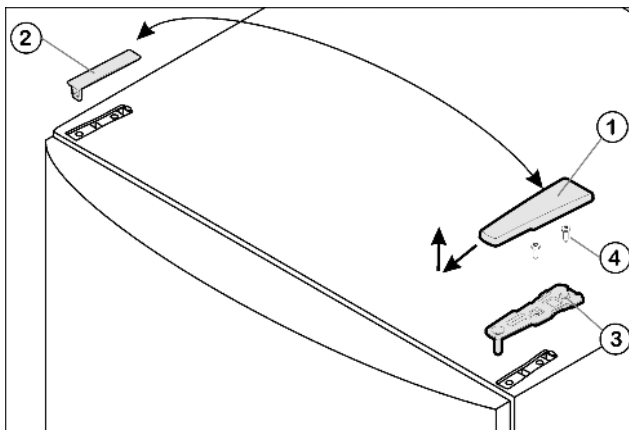

Fig. 5
- ▶ Előre és felfele húzza le a fedelet Fig. 5 (1).
- ▶ Emelje le a fedelet Fig. 5 (2).
- ▶ Csavarozza le az Fig. 5 (3) felső csapágybakját (2 x Torx® 25, Fig. 5 (4)), és felfele húzza le.
- ▶ A felső csapágybakot Fig. 5 (3) helyezze a csuklópánt új oldalán az ajtóba.
- ▶ Csavarozza fel a felső csapágybakot **erősen (4 Nm-es nyomatékkal)** – 2 x Torx® 25, Fig. 5 (4). A csavarlyukat esetleg pontoszza meg, vagy használjon akkus csavarhúzót.
- ▶ A Fig. 5 (1) és a fedelet Fig. 5 (2) mindig kívülről helyezze az ellenkező oldalra és pattintsa fel.